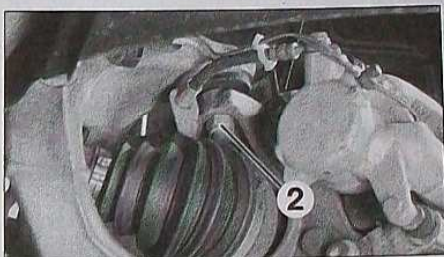

FIG. 8
• Déposer l'écrou (2) (Fig.8) de rotule supérieure de